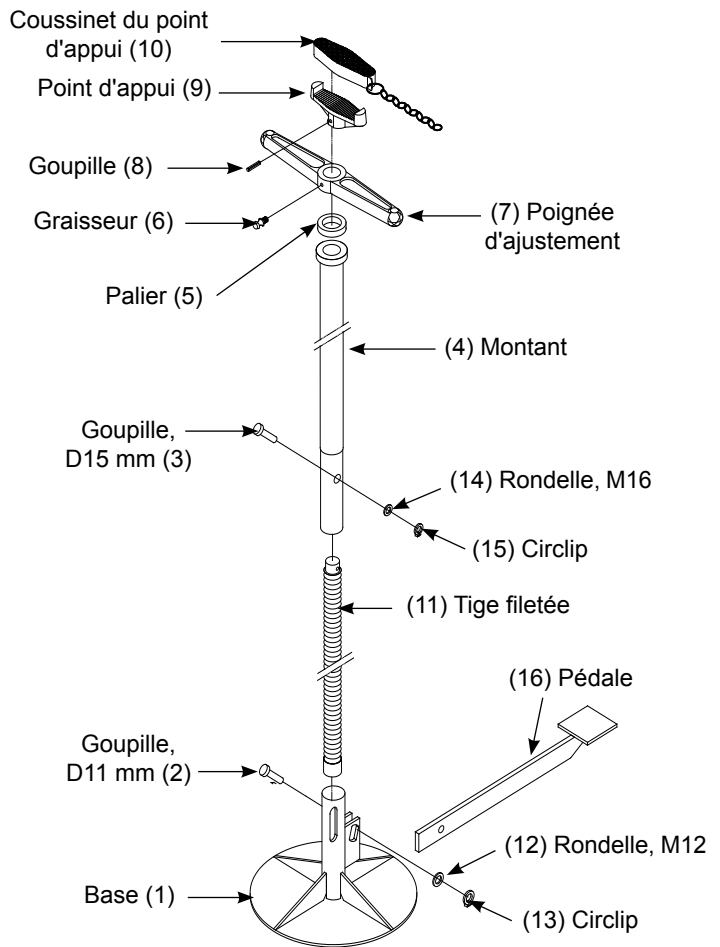

Figure 2 : Pièces du modèle 31501
b. Pour le modèle 31501 (voir figure 2) :
- i) Insérez l'assemblage du montant dans la base (1) en plaçant la fente à la verticale vis-à-vis du support de la pédale et fixez-le à l'aide de la plus grosse goupille, d'une rondelle et d'un circlip (3, 14 et 15).
- ii) Insérez la pédale (16) dans la fente de la base (1) et fixez-la avec la goupille restante, la rondelle et le circlip (2, 12 et 13).